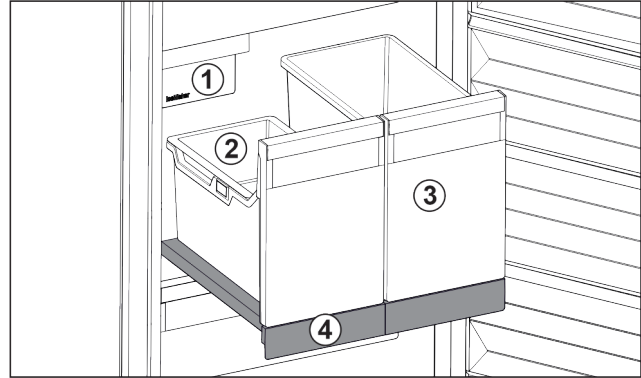

Fig. 88 Compartiment coulissant avec IceTower
- (1) IceMaker
- (2) Balconnet pour glaçons
- (3) Bac pour pizzas, boissons alcoolisées, etc.
- (4) Compartiment coulissant
Le compartiment coulissant comprend deux bacs hauts (IceTower). Le bac *Fig. 88 (2)* permet de recueillir et de stocker les glaçons de l'IceMaker. Les bacs *Fig. 88 (3)* sont conçus pour stocker des aliments hauts comme les pizzas et boissons alcoolisées.